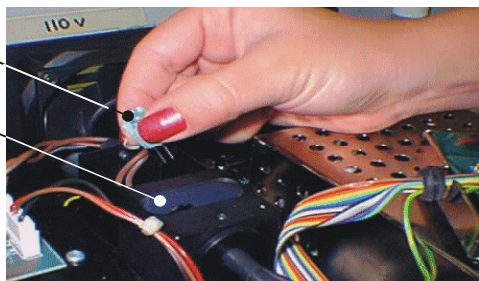

Fig.7
- Auxiliándose de una porción de papel o algodón limpios coloque la nueva lámpara en el socket empujándola hasta el tope. Ver Fig 7